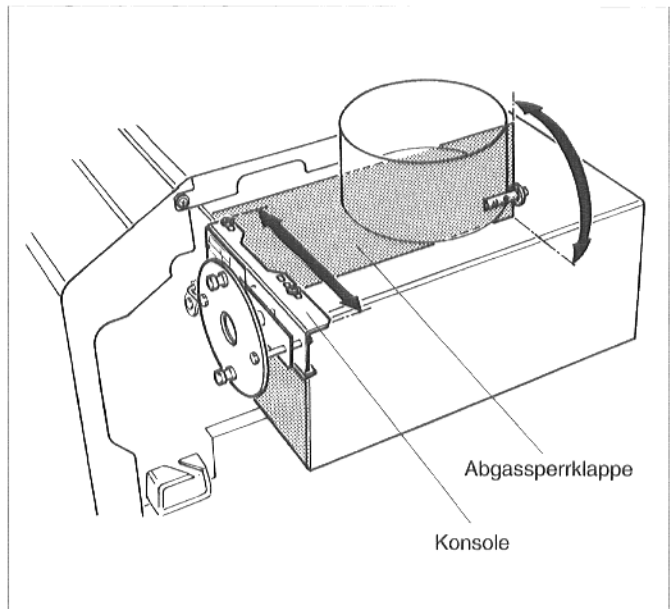

Abb. 8
15. Stellhebel in Stellung "ZU" stellen, Konsole so ausrichten, daß die Abgassperrklappe senkrecht steht und Konsole festschrauben (Abb. 8).